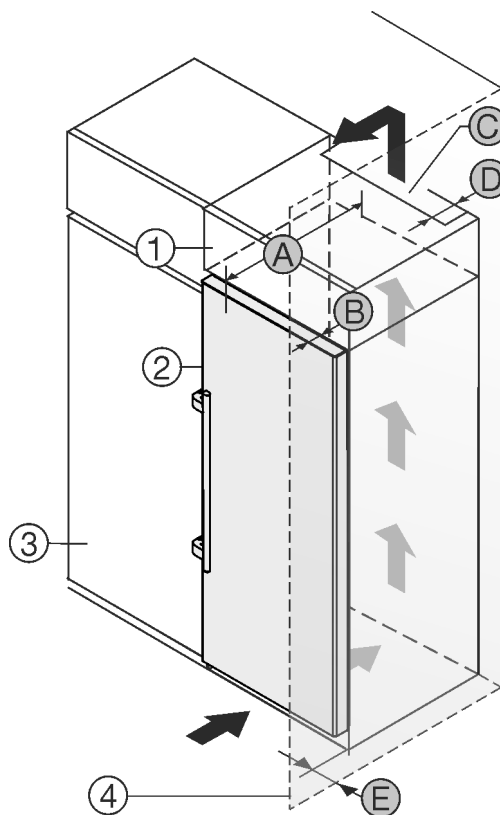

Fig. 1
- (1) Szafka nakładana
- (2) Urządzenie
- (3) Szafka kuchenna
- (4) Ściana
- (A) Głębokość urządzenia
- (B) Głębokość drzwi
- (C) Przekrój wentylacyjny
- (D) Odstęp tylnej ściany urządzenia
- (E) Odstęp od boku urządzenia
Urządzenie można ustawić bezpośrednio obok szafki kuchennej Fig. 1 (3).
Na tylnej ścianie szafki nasadzonej wymagany jest wywiewny kanał wentylacyjny o głębokości Fig. 1 (D) na całej szerokości szafki.
Pod sufitem pomieszczenia należy zachować przekrój wentylacyjny Fig. 1 (C).
Jeżeli urządzenie będzie ustawiane z zawiasami do ściany Fig. 1 (4), to pomiędzy urządzeniem i ścianą należy zachować minimalny odstęp, wynoszący 57 mm. Na taką odległość wystaje klamka przy otwartych drzwiach.
By móc całkowicie otworzyć drzwi, urządzenie musi wystawać przynajmniej o głębokość drzwi Fig. 1 (B) za front szafki kuchennej. W zależności od głębokości szafek kuchennych Fig. 1 (3) oraz od zastosowania elementów dystansowych urządzenie może wystawać jeszcze bardziej.